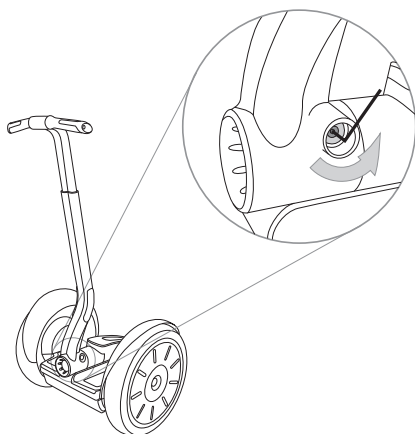

Figure 1. Desserrage de la vis maintenant le cadre LeanSteer en place.
2. Pour retirer le cadre LeanSteer, retirez la vis qui maintient le cadre LeanSteer en place à l'aide d'une clé hexagonale de 5 mm. Référez-vous à la figure 1.